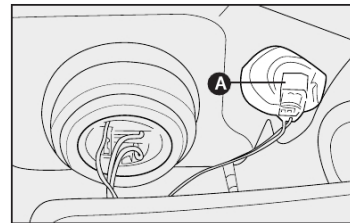

fig. 13
SUBSTITUIÇÃO DAS LÂMPADAS DAS SETAS DIANTEIRAS - fig. 13
1) Retirar o porta-lâmpadas **A**-fig. 13 girando-o no sentido anti-horário;